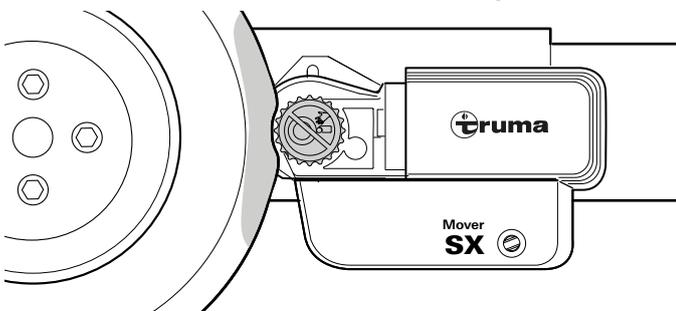

Fig. 15
- I rulli di trasmissione sono stati premuti sui pneumatici su entrambi i lati per circa 20 mm (Fig. 15).